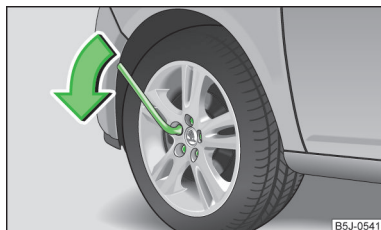

Fig. 148
- Afferrare l'estremità della chiave e ruotare il bullone di circa **una** rotazione nella direzione indicata dalla freccia » fig. 148.
- Afferrare l'estremità della chiave e ruotare il bullone nella direzione opposta a quella indicata dalla freccia » fig. 148, fino a serrarlo completamente.